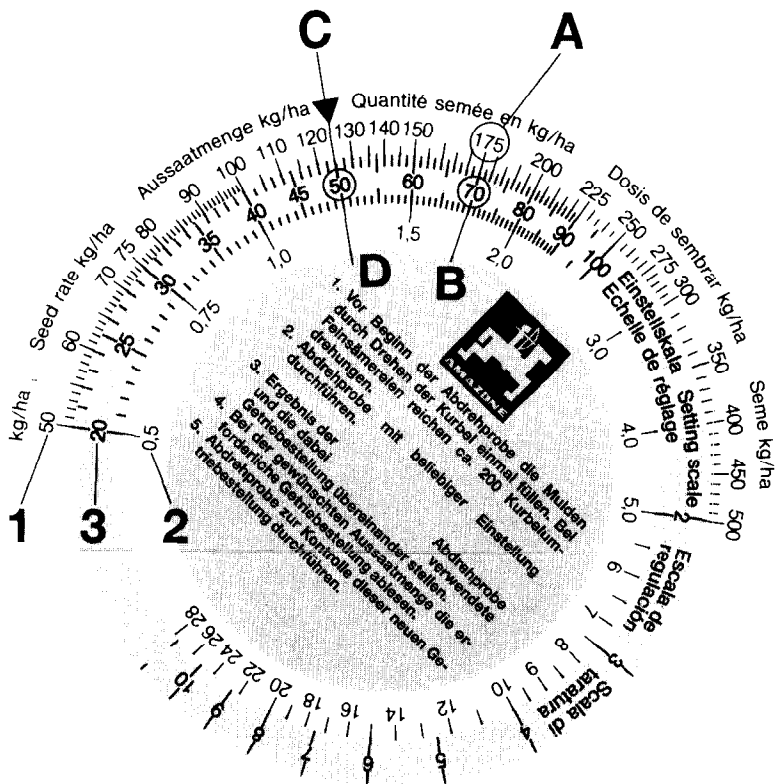

Fig. 3
De eerste afdraaioproef geeft in de regel nog niet de gewenste uitzaaihoeveelheid. Met de waarden van de eerste afdraaioproef kan echter de juiste aandrijfkast instelling, eenvoudig met behulp van de bijgeleverde rekenschijf (fig.3), worden ingesteld.
Een buitenste witte schaal (fig.3/1) voor alle zaaihoeveelheden boven 30 kg/ha en een binnenste witte schaal (fig.3/2) voor alle zaaihoeveelheden minder dan 30 kg/ha. Op de gekleurde middenschaal (fig.3/3) zijn de aandrijfkast-instelnummers van 1 tot 100 aangegeven.
- De uitzaaihoeveelheid van 175 kg/ha (fig.3/A) en het aandrijfkast instelnummer „70“ (fig.3/B) op de rekenschijf tegenover elkaar gesteld.
- Lees nu op de rekenschijf het aandrijfkast instelnummer voor de gewenste uitzaaihoeveelheid van 125 kg/ha. (fig.3/C) af. In ons voorbeeld is dat het aandrijfkast instelnummer „50“ (fig.3/D).